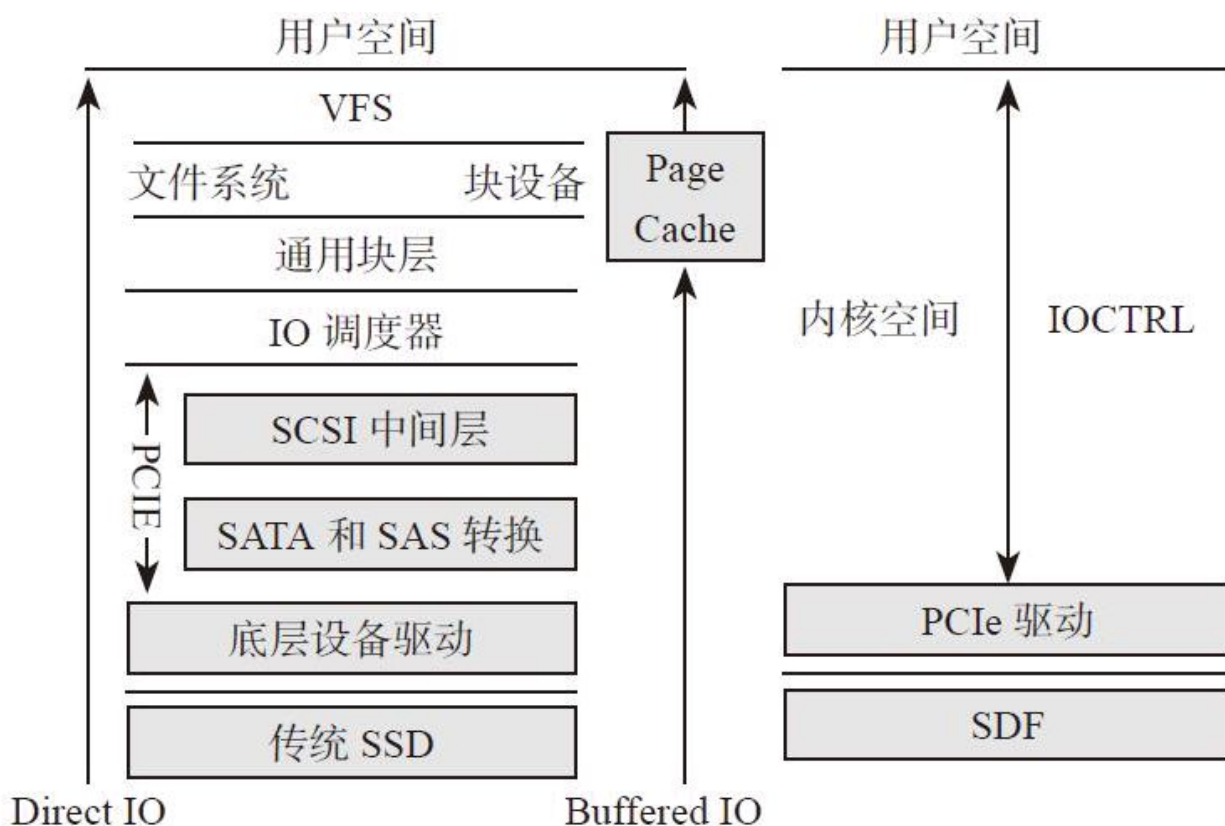

图4-57 SDF和传统SSD IO栈对比
5) 软件接口层非常简单，相比传统的Linux存储堆栈，省略了文件系统、块设备、IO调度、SATA协议等，用户直接通过IOCTRL（设备驱动程序中对设备的I/O通道进行管理的函数）来发同步的写命令到PCIe驱动，如图4-57所示。软件延迟从12 μ s缩减到2~4 μ s，这个时间只是花在PCIe中断处理上。